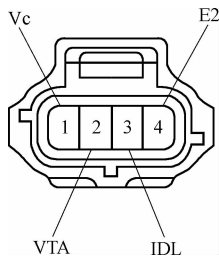

图 3-114 辅助节气门位置传感器线束插接器
1) 取下辅助节气门位置传感器线束插接器。接线端子如图 3-114 所示。